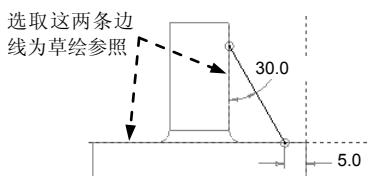

图 5.18.12 截面图形
Step4. 定义草绘参照。选择下拉菜单 **草绘(S)**  命令，系统弹出图 5.18.11 所示的“参照”对话框，选取图 5.18.12 所示的两条边线为草绘参照，单击 **关闭(C)** 按钮。
Step5. 绘制图 5.18.12 所示的筋特征截面图形。完成绘制后，单击“草绘完成”按钮 。